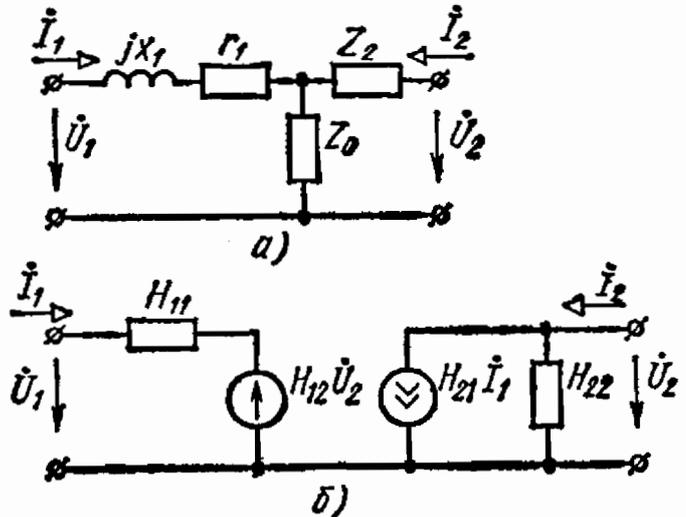

Рис. 5.14
5.14. Для четырехполюсника, эквивалентная схема которого приведена на рис. 5.14, а, составить уравнения, выражающие зависимость комплексных величин напряжения \dot{U}_1 входной ветви и тока \dot{I}_2 выходной ветви от комплексных величин тока входной ветви \dot{I}_1 и напряжения \dot{U}_2 выходной ветви. Изобразить эквивалентную схему с зависимыми источниками тока напряжения $Z_1 = (4 + j3) \text{ Ом}$; $Z_0 = 12 \text{ Ом}$; $Z_2 = 6 \text{ Ом}$.
Указанным трактовкам уравнений четырехполюсника Н-типа соответствует две эквивалентные схемы с активными элементами, изображенными на рис. 5.14, б.